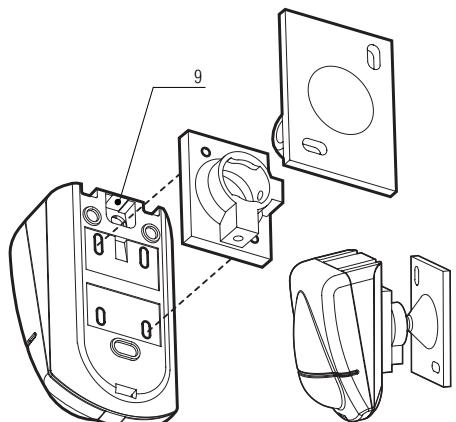

Рис.6
Для ввода проводов при настенной установке предусмотрена выламываемая перегородка (9) (рис.6)
- б) настенная на кронштейне (дополнительная возможность установки на "универсальный" кронштейн*, рис.6)